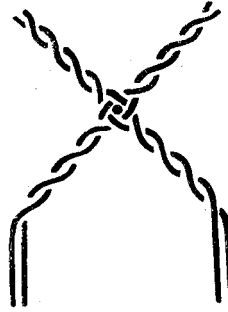

Fig. 13. — Croisement
**Croisement de 2 brides de 2 fils.** — On conduit les deux brides jusqu'à l'endroit où elles doivent se croiser. On exécute alors une *passée* et on continue chaque bride (fig. 13). Les croisements doivent géné-